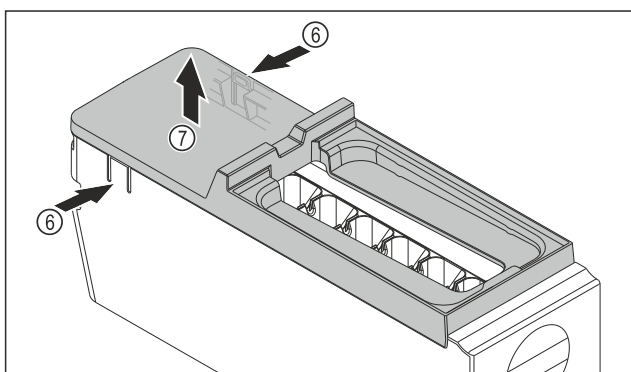

Fig. 144
- Vyjmutí krytu korpusu EasyTwist-Ice: Lamely Fig. 144 (6) na obou stranách korpusu EasyTwist-Ice stlačte jednou rukou.
- Kryt Fig. 144 (7) vyjměte druhou rukou nahoru.